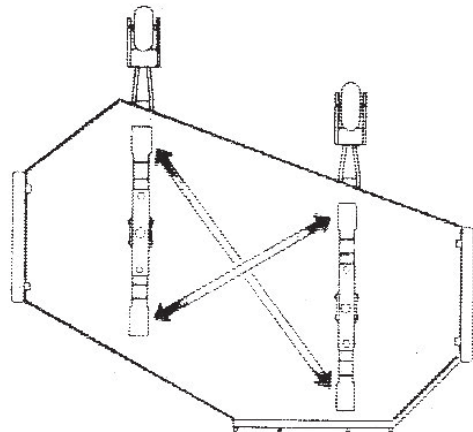

Figura 17
- 04 - As facas são de duplo corte. Quando houver desgaste em um dos lados da faca, fazer a inversão da mesma de acordo com a figura 17. Observar que a inversão é feita em cruz, isso porque o sentido de giro das facas é horário e anti-horário.